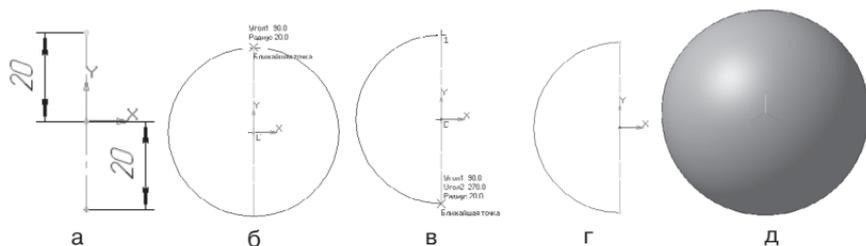

Рис. 136. Создание трехмерной модели шара
- постройте вертикальный отрезок стилем **Осевая** из начала координат длиной 20 мм вверх и вниз (рис. 136, а);
- укажите верхнюю точку осевой линии (сработает глобальная привязка **Ближайшая точка**) – рис. 136, б;
- потяните дугу и укажите нижнюю точку осевой линии (сработает глобальная привязка **Ближайшая точка**) – рис. 136, в; рис. 136, г;
- На Инструментальной панели Вид выберите команду **Полутоновое, Полутоновое с каркасом** (рис. 136, е);